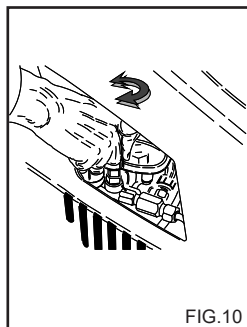

FIG. 10
Dit hoofdstuk betreft uitsluitend modellen voorzien van een drukregelaar. De drukregelaar (fig. 10) zorgt voor het regelen van de werkdruk. Door de knop C linksom (B) (minimum) te draaien, wordt een vermindering van de bedrijfsdruk verkregen.